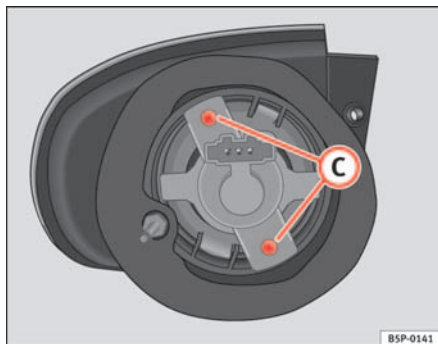

Abb. 183 Blinklicht
- Drehen Sie die Schrauben ⇒ Seite 254, Abb. 183 **C** der Lampenfassung heraus und ziehen Sie diese heraus.
- Drehen Sie die Schrauben ⇒ Abb. 183 **C** der Lampenfassung heraus und ziehen Sie diese heraus.